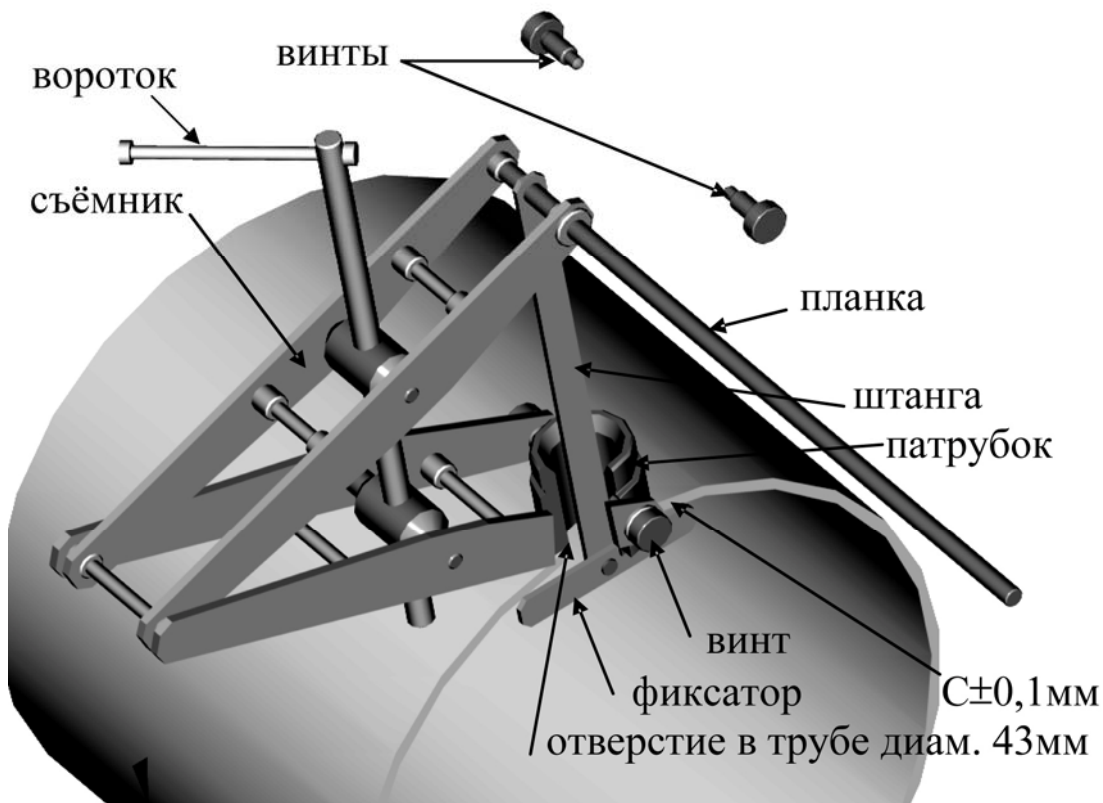

Рисунок 10 — Монтаж патрубка
2.2.4.2 Порядок монтажа патрубка, через который производится ввод в поток измеряемой среды корпуса датчика скорости (рисунок 10) осуществляется в следующей последовательности: